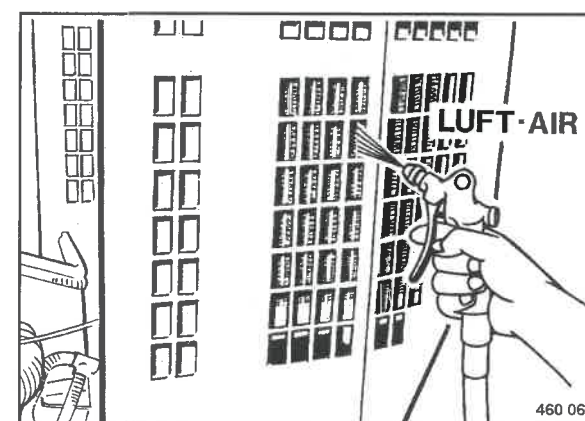

Fig. 117
- Soffiare il radiatore dell'olio idraulico (Fig. 117) iniziando dal lato dell'aria viziata.